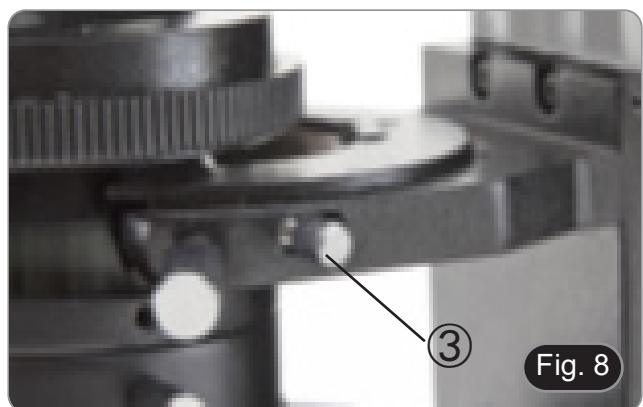

Fig. 8
- 4. Afloje el tornillo de bloqueo del condensador ③. (Fig. 8)